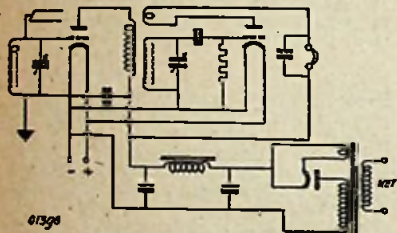

Fig. 64.
63. De spoel Ls geven we nu een zoodanig aantal windingen dat de spanning welke we gaan gelijkrichten de waarde heeft die wij noodig hebben. Bijvoorbeeld 200V. U ziet nu dat de hsp niet meer aan het net verbonden zit zoodat dit geen ongelukken kan geven zooals bij de schakeling van fig. 60. Bovendien hebben we de gloeispanningsbron welke in deze figuur voorkomt, laten vervallen. We hebben, behalve de secundaire welke de spanning levert die gelijkgericht moet worden nog een wikkeling aangebracht waavan het aantal windingen zood is dat de spanning welke deze wikkeling levert precies goed is om de gloeidraad van de gelijkrichtlamp te laten branden. Beide bezwaren welke we in No. 6 der vorige jaargang tegen kwamen zijn we nu dus kwijt. Het complete schema van de ontvanger zooals we die hadden geprutst (Fig. 57) wordt nu dus gewijzigd als in fig. 64 wordt aangegeven. Zoo, dat ziet er al aardig uit. Alleen ergeren we ons nog aan de accu welke de gloeidraden van de lampen
Vervangen we nu de lampen van fig. 64 door indirect verhitte lampen, dan is de zaak gezond. Een lamp met indirecte verhitting wordt schematisch voorgesteld als in fig. 65. Voor toetsen die geheel of gedeeltelijk accu's werken is het dus niet noodig om indirect verhitte lampen te gebruiken.